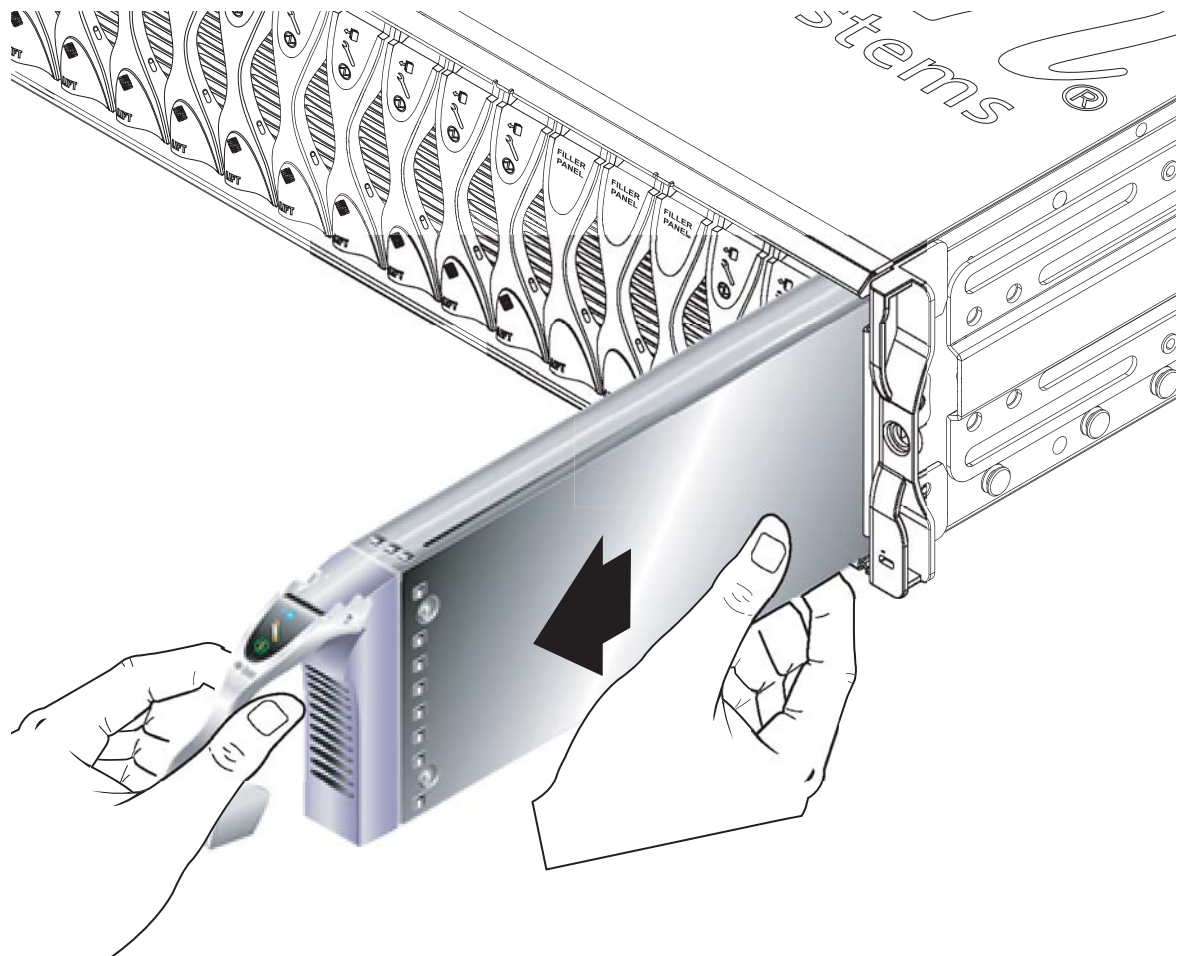

FIGURE 12-3 Retrait du serveur Blade ou du cache
4. Tirez sur le levier pour retirer le cache du châssis (FIGURE 12-3).